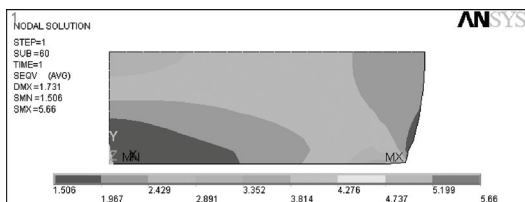

图 5-144 等效应力等值线图
8) 选择 Main Menu | General Postproc | Plot Results | Contour Plot | Nodal Solu 命令, 出现 Contour Nodal Solution Data 对话框, 在 Item to be contoured 列表框中选择 Nodal Solution | Stress | von Mises stress, 单击 OK 按钮, ANSYS 窗口将显示如图 5-144 所示的等效应力等值线图。